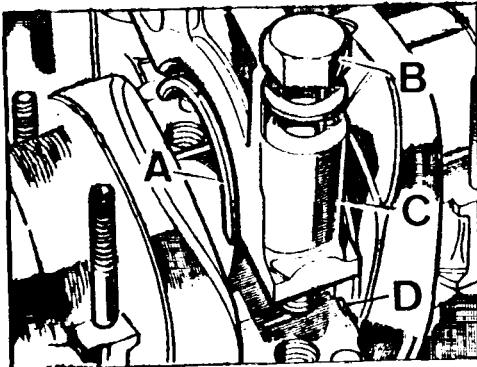

Fig. A1-109A Desmontaje de las tapas y cojinetes de bancada
- 1.5. Desmontar los tornillos, B (Fig. A1-109A) extraer las tapas de los cojinetes de bancada, C, y los semicojinetes inferiores, A, manteniéndolos reunidos por juegos.
- 2.5. Instalar las tapas de bancada, C (Fig. A1-109A) con sus semicojinetes, A, y fijarlas con dos tornillos, B, a una tensión de 13 a 14 mkg.